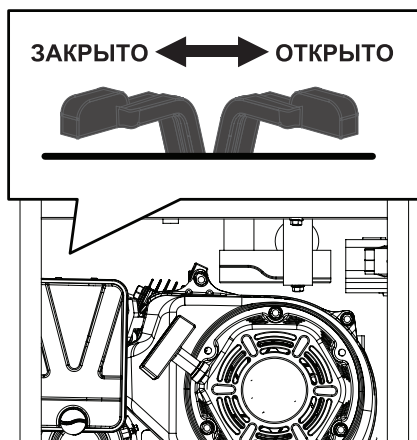

Рис. 11. Рычаг управления воздушной заслонкой
3. Закройте воздушную заслонку карбюратора. Для этого переведите рычаг управления воздушной заслонкой в крайнее левое положение (Рис. 11).